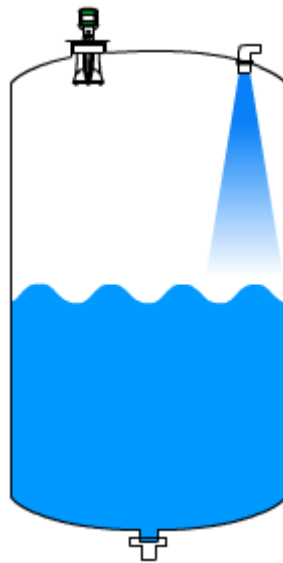

Figure 5 Emplacement d'installation
- ⦿ Le scanner devrait être installé aussi loin que possible du flux de matériaux entrant, comme illustré à la *Figure 5*.